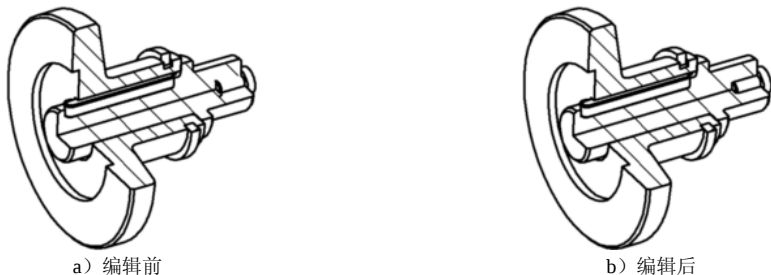

图 5.7.1 处理相交零件
下面以图 5.7.1 所示为例，说明处理相交零件的一般操作方法。
Step4. 此时在图纸上显示灰色的边框，单击 **图纸视图** 区域中的“更新视图”命令 ，完成操作，结果如图 5.7.1 所示。